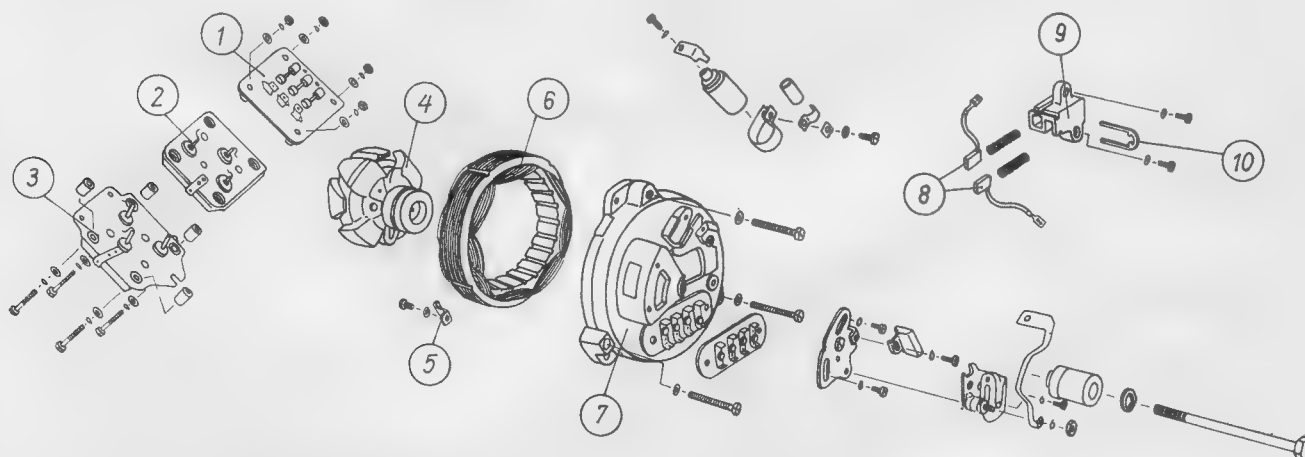

Bild 71. Explosivdarstellung der Drehstromlichtmaschine
4.1.8.1. Stator mit Haltekappe (Bild 71)